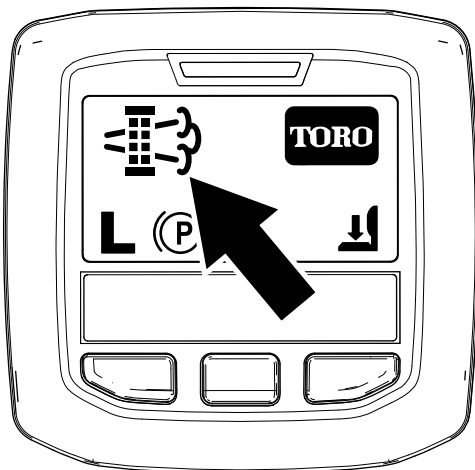

Figura 53
- Quando o computador do motor pede uma regeneração em estacionamento ou uma regeneração de recuperação, o ícone de pedido de regeneração (Figura 53) surge no InfoCenter.